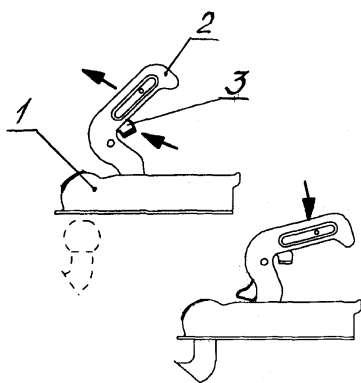

Рис. 13
- подтяните прицеп так, чтобы центр сферической полости корпуса 1 сцепной головки (рисунок 13) совместился с центром шара тягово-сцепного устройства (ТСУ) автомобиля;